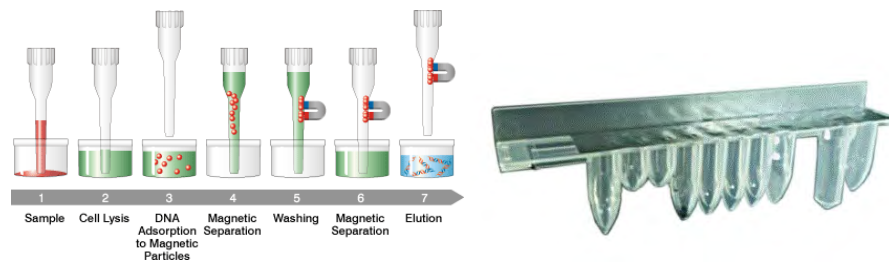

Figura 1-6: Principio di estrazione dell'acido nucleico e cassetta di estrazione ELITE InGenius SP 1000
- Il set di reagenti è stato ottimizzato per l'isolamento di acidi nucleici fino a 1 mL di campione. (Figura 1-6: ELITE InGenius – SP1000 Cartuccia e principio di estrazione).